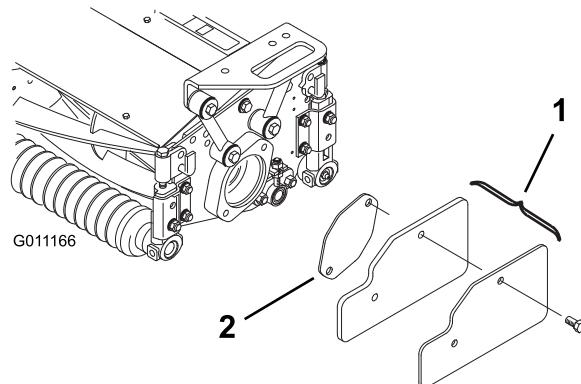

Bild 20
2. Nehmen Sie den Ballast und die Dichtung (Bild 20) vom inneren Ende des rechten Mähwerks ab.